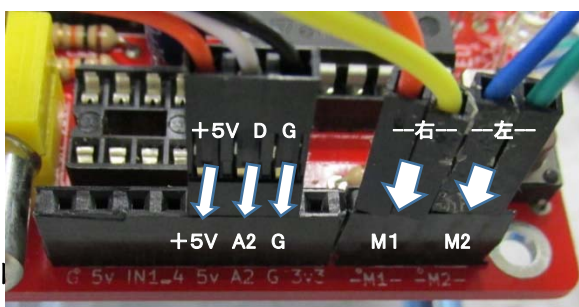

図10 センサ配線（左）とモータ配線（右）
⑥SkyBerryJAM 本体と、A2 と 5V、G の3つの端子へ図10左のようにそれぞれ差し込み接続します。